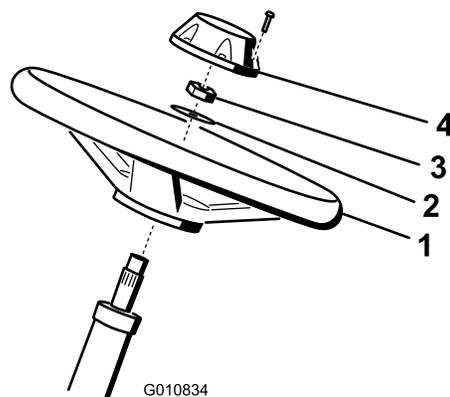

图 3
1. 将方向盘滑入转向轴图 3。
2. 将垫圈滑入转向轴图 3。
4. 将中心盖安装到方向盘上并用螺丝固定图 3。